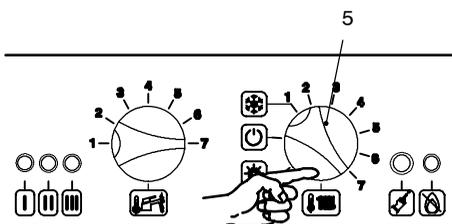

fig. 7.5
2 Ruotare il selettore 5 come in fig. 7.5
- Ruotare il selettore 5 come in fig. 7.5